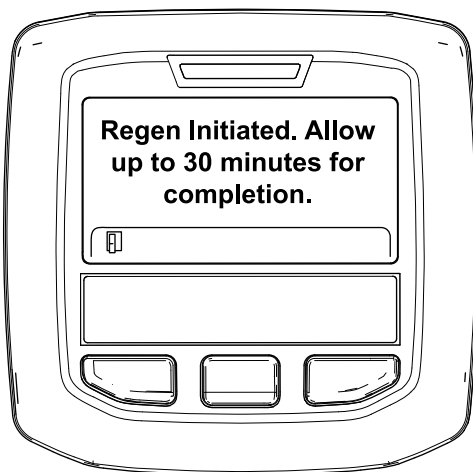

Figure 51
- Si la régénération est autorisée, le message « Regen Initiated. Allow up to 30 minutes for completion » (régén. lancée. Durée max 30 minutes) s'affiche dans l'InfoCenter. Attendez que la machine termine le processus de régénération en stationnement (Figure 51).